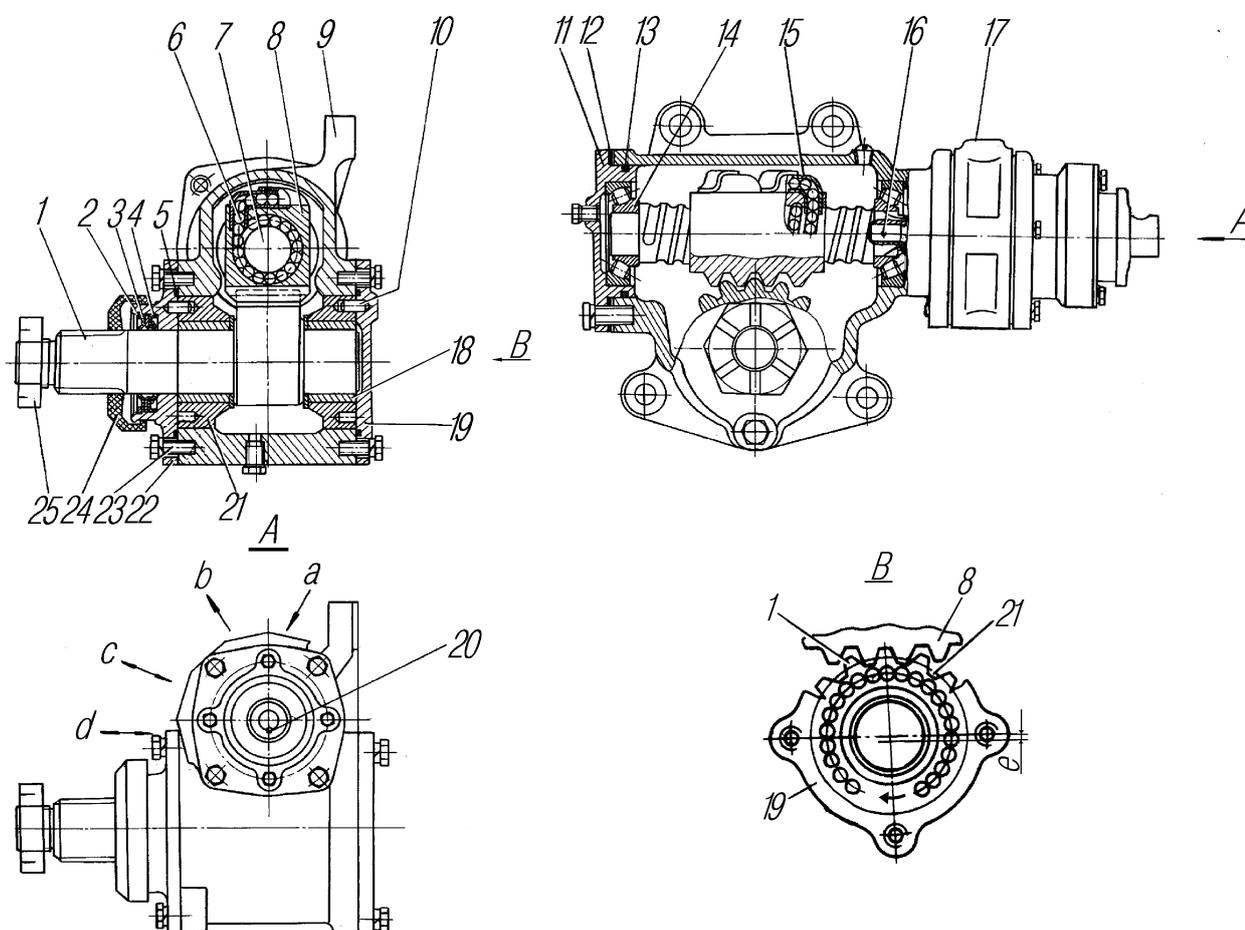
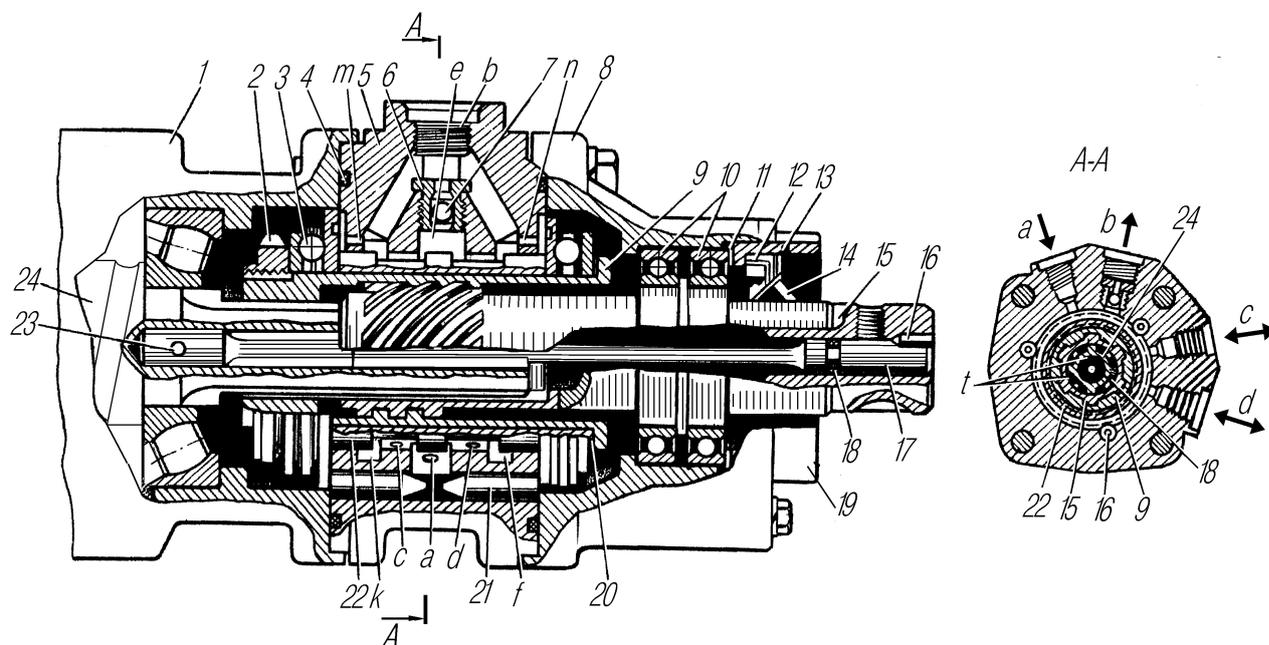

Рис. 59. Механизм рулевой (винт-шариковая гайка-рейка-сектор):
Рис. 60. Распределитель гидроусилителя руля:
Рулевой механизм с распределителем (рис. 59) включает в себя винт 7 и шариковую гайку-рейку 8, находящуюся в зацеплении с сектором 1. Полуокруглые винтовые канавки на винте и гайке-рейке образуют канал, заполненный при сборке механизма шариками 6 высокой точности.
Распределитель (рис. 60) установлен на рулевом механизме.
Рабочая жидкость от насоса поступает к средней канавке «е» (см. рис. 60).
Из штоковой полости усилительного механизма жидкость по трубопроводам, через канал «с» (см.рис. 60) распределителя поступает в кольцевую канавку «к» и далее через отверстие «b» сливается в бак.
В рулевом механизме (см.рис. 59) регулируйте натяг в подшипниках 14 и зазор в зацеплении гайки–рейки 8 с сектором 1.
Вращением вала 15 (см.рис. 60) установите гайку–рейку 8 (см.рис. 59) и сектор 1 в одно из крайних положений. Определите момент, необходимый для проворачивания вала 15 (см.рис. 60) из крайнего положения в среднее (вал проворачивайте на угол примерно 30°). Если момент меньше 0,9 Н.м (0,1 кгс.м), отрегулируйте натяг в подшипниках 14 (см.рис. 59), уменьшив количество прокладок
12. После регулировки момент, необходимый для проворачивания вала 15 (см.рис. 60), должен быть в пределах 0,9–1,5 Н.м (0,1–0,15 кгс.м).
Покачиванием сошки в обе стороны определите наличие зазора (при наличии зазора слышен стук в зубчатом зацеплении). Наличие зазора определяйте также поворотом вала 15 влево и вправо до начала закрутки торсиона 17 при зафиксированном секторе. Для регулировки зубчатого зацепления снимите сошку, крышки 19 (см.рис. 59) и 22 и поверните вкладыши 21 с подшипниками 18 по часовой стрелке (если смотреть со стороны вала сектора) на одинаковый угол так, чтобы исключить зазор в зубчатом зацеплении. После поворота вкладышей одно из отверстий во вкладышах должно располагаться в плоскости, проходящей через диаметрально расположенные резьбовые отверстия в картере 9 для крепления крышек 19 и 22. Установку крышек производите таким образом, чтобы фиксаторы 10 вошли в отверстия во вкладышах 21 и располагались друг против друга. При незначительном несовпадении фиксаторов и отверстий поверните вкладыши в ту или другую сторону до совпадения фиксаторов и отверстий, обратив внимание на отсутствие зазора в зубчатом зацеплении. Крышки 19 и 22 после регулировки могут быть повернуты на 90°, 180° и 270° относительно первоначального положения.
После установки крышек момент, необходимый для проворачивания вала 15 (см.рис. 60) в среднем положении, должен быть в пределах 2,7–4,1 Н.м (0,27–0,41 кгс.м).